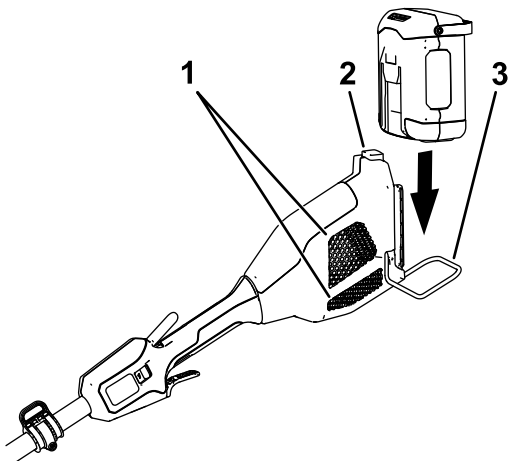

Figura 8
2. Asegúrese de que el protector de alambre está bajado y alinee el hueco de la batería con la lengüeta del alojamiento de la empuñadura (Figura 8).
3. Introduzca la batería en la empuñadura hasta la batería encaje en el cierre (Figura 8).